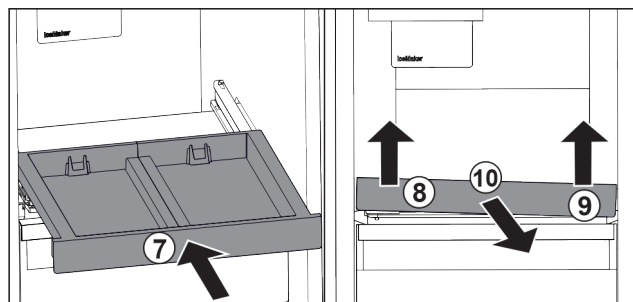

Fig. 102
- Wsun3ć wyszwan3 p3tk3. Fig. 102 (7)
- Unieść wyszwan3 p3tk3 z przodu po lewej. Fig. 102 (8)
- Unieść wyszwan3 p3tk3 z przodu po prawej. Fig. 102 (9)
- Wyj3ć wyszwan3 p3tk3 do przodu. Fig. 102 (10)